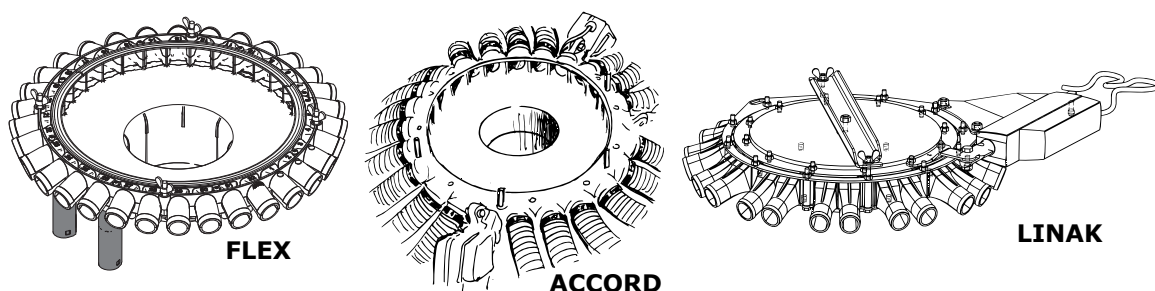

Figure 12.4
- 26  Systém vytváření kolejových meziřádků na hlavici rozvaděče osiva, Flex/Accod/Linak. Viz "Figure 12.4". (Tato funkce je k dispozici od verze softwaru 1.03 dále.)